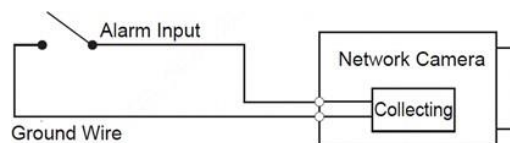

Figura 1-2 Entrada de alarma
1. Conecte la entrada de alarma del dispositivo a la entrada de alarma del puerto de E/S, consulte la Figura 1-2.